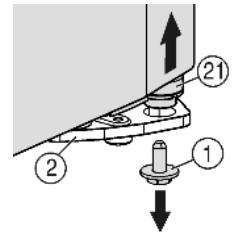
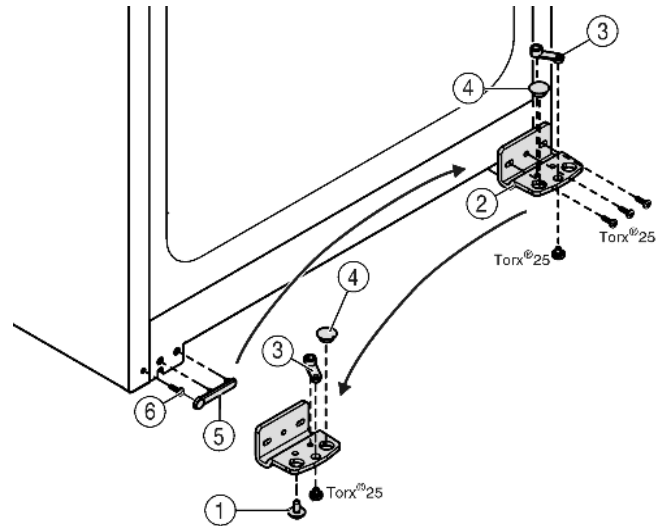

Fig. 5
Fig. 6
- ▶ Jobbra lent a csapágybakon lévő biztosítócsavart ( Fig. 5 (1) ) tekerje ki.
- ▶ A tartócsap ( Fig. 5 (21) ) kioldódik a csapágybakból ( Fig. 6 (2) ).
- ▶ Ha a tartócsap Fig. 5 (21) nem oldódik ki, a csapszeget alulról nyomja ki.
- ▶ Csavarozza le a csapágybakot Fig. 6 (2).
- ▶ Csavarozza le a csapágyrészt Fig. 6 (3), helyezze át a csapágybak túloldali felvő furatába és csavarozza vissza.
- ▶ Vegye ki a csapágybakban lévő dugót Fig. 6 (4), és helyezze át a csapágybak szemközti oldalán lévő felvőfuratba.
- ▶ Óvatosan emelje le a fogantyú felőli fedelet Fig. 6 (5).
- ▶ Tekerje ki a csavart Fig. 6 (6) és az ellenkező oldalon helyezze be.
- ▶ Helyezze vissza a fedelet Fig. 6 (5).
- ▶ Csavarozza vissza a csapágybakot Fig. 6 (2) a csuklópánt új oldalára **4 Nm-es nyomatékkal**, szükség esetén egy akkus csavarhúzóval.
- ▶ A biztosítócsavart Fig. 5 (1) lent csavarja be a tartócsapba és húzza meg (**4 Nm-es nyomatékkal**).